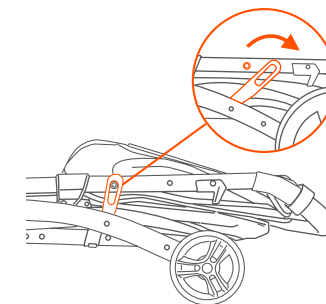

Fig. 1a
1) • Suelte el pestillo para plegar. (Fig. 1a).